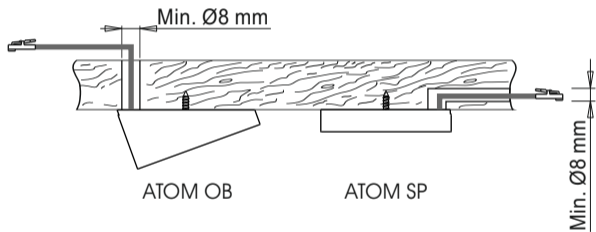

Fig 6
- If necessary, bore a  $\varnothing \geq 8\text{mm}$  exit hole for the power supply cable as illustrated in figure 6.
- Für den Austritt des Netzkabels ggf. eine Bohrung mit  $\varnothing \geq 8$  mm ausführen (siehe Abb. 6).
- Si besoin, pratiquer pour la sortie du câble d'alimentation un trou de  $\varnothing \geq 8\text{mm}$ , comme indiqué sur la figure 6.